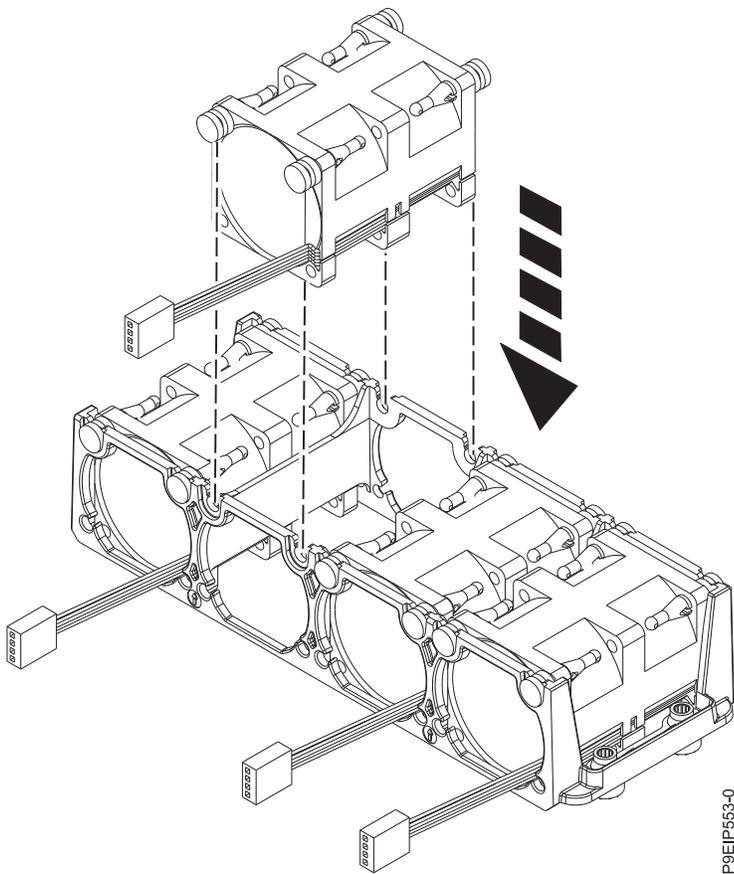

Figura 16. Sustitución de un ventilador
2. Con el receptáculo del ventilador levantado, empuje el ventilador en el alojamiento como se muestra en la Figura 16 en la página 22. Alinee los elementos de separación del ventilador con las ranuras del receptáculo de ventilador.